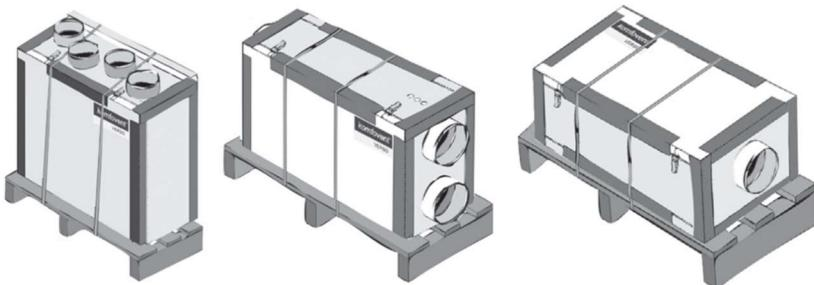

Рисунок 2 - ВУ, подготовленные к транспортировке и хранению
- 4.1.1 При отгрузке с завода ВУ подготовлены к транспортировке и хранению (Рисунок 2). ВУ упакованы таким образом чтобы избежать повреждений и попадания пыли при хранении и транспортировке.